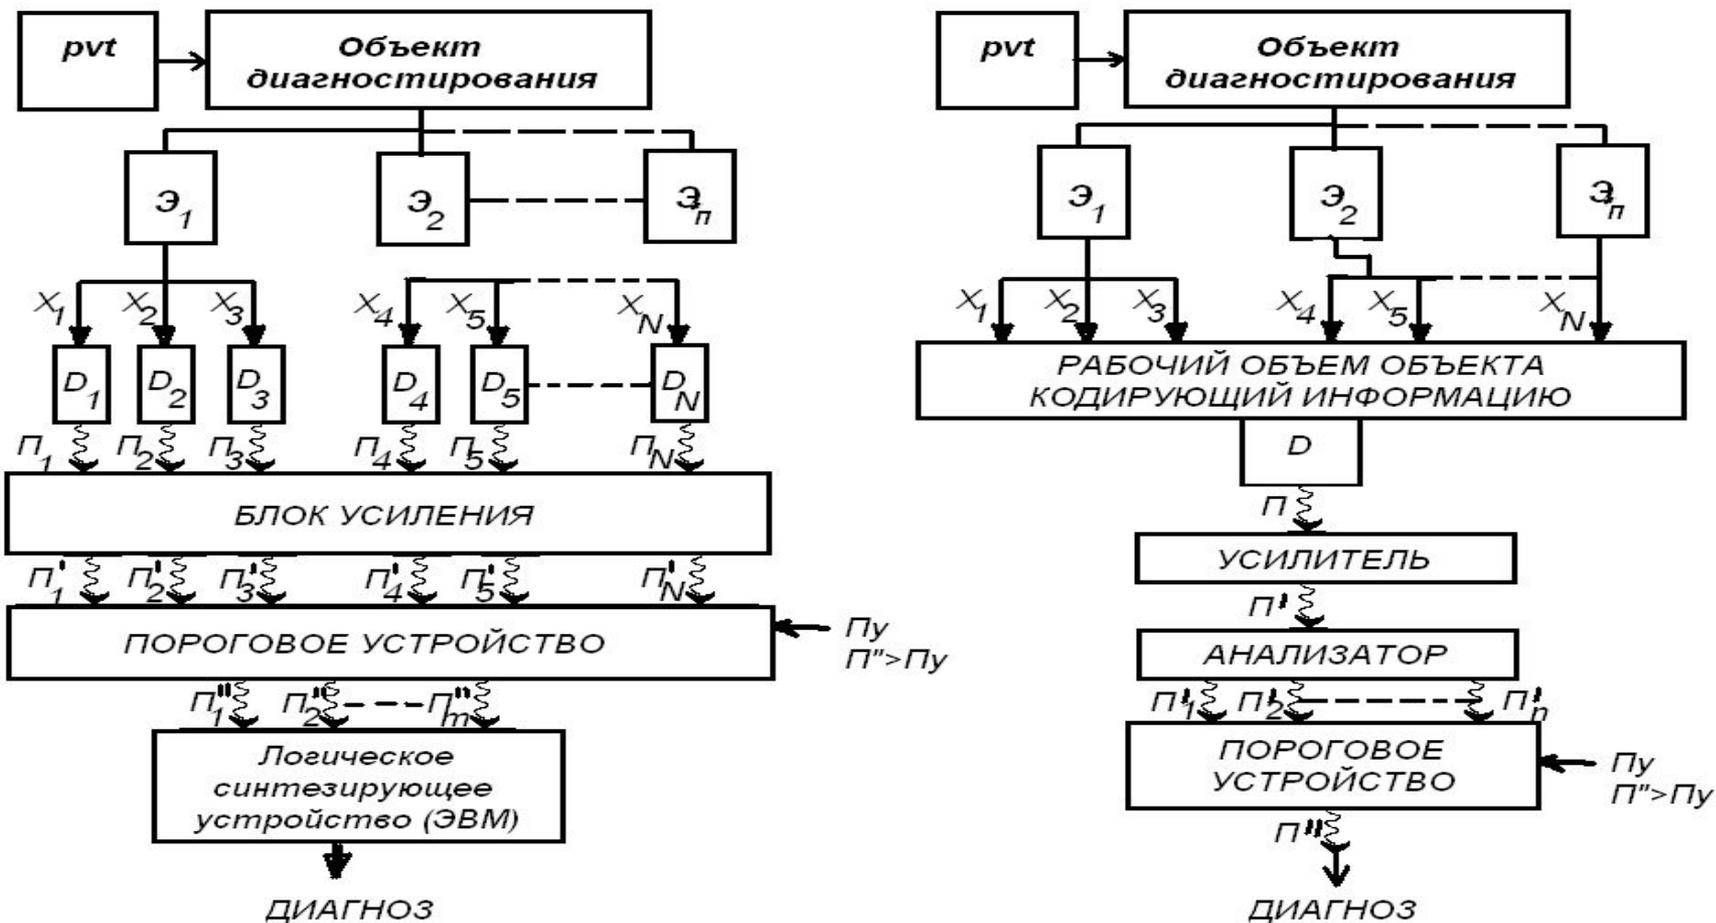

Рис. 4.17. Процесс диагностирования технического состояния сложного объекта с использованием различных методов получения и обработки информации.
- ◎ **Процессы диагностирования** (рис. 4.17) **включают:** тестовое воздействие на объект, измерение диагностических параметров, обработку полученной информации и постановку диагноза.
- Параметры X_1, X_2, \dots, X_n измеряют съемными и встроенными измерителями-преобразователями (D), в простейших случаях визуально.
- Существуют два вида диагностирования: на основе метода анализа широкоинформационного диагностического сигнала (например, акустического) (см. рис. 4.17, б) и на основе синтеза локальных сигналов, несущих узкую информацию (см. рис. 4.17, а). Возможно соединение обоих видов.